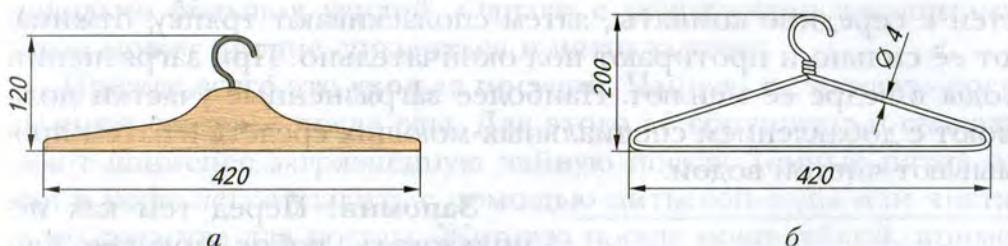

Рис. 168. Вешалка для одежды: *а* – из древесины лиственных пород; *б* – из проволоки
1. Вешалка из древесины (см. рис. 168, а): выпилить заготовку, прострогать, зачистить; изготовить крючок, соединить на клею, покрыть изделие лаком.
2. Вешалка из проволоки (см. рис. 168, б): согнуть заготовку, зачистить, окрасить светлой эмалью.